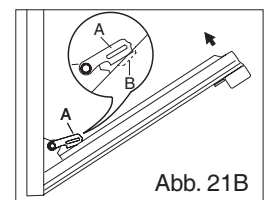

Abb. 21B
3. Schließen Sie die Backofentür langsam. Achten Sie darauf, dass sich Scharnierteil "A" in Aussparung "B" festklemmt, wie in Abbildung 21B dargestellt.